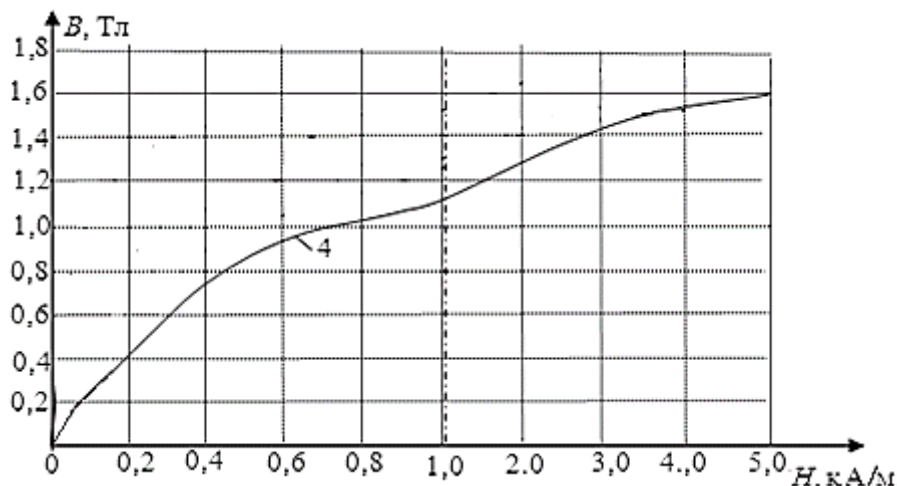
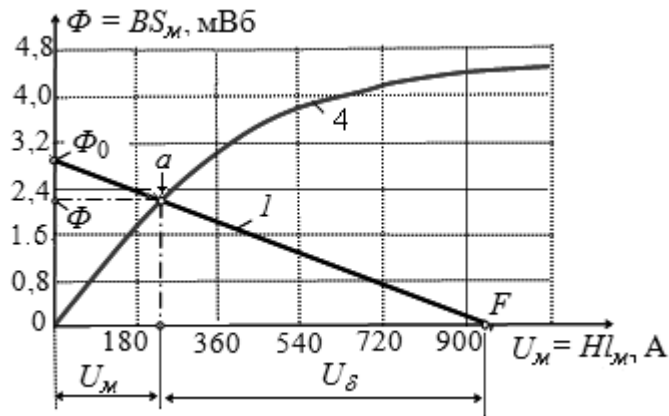

Рис. 6.6. Кривая намагничивания литой стали 108952
Рис. 6.7. Графический расчет магнитной цепи
Материал сердечника для студентов с номерами 16-20 в списке группы- литая сталь 108952, представленная кривой намагничивания рис.6.6.
- кривая намагничивания рис. 6.6.
Используя кривую намагничивания рис. 6.6, построим на рис.6.7 вебер-амперную характеристику $\Phi(U_m)$ ферромагнитного сердечника (кривую 2), заменив магнитные величины B и H на осях кривой $B(H)$ соответственно величинами Φ и U_m . Для этого следует умножить значения магнитной индукции B на площадь S_m поперечного сечения сердечника, а значения напряжённости магнитного поля H умножить на длину l_m средней м. с. л. в сердечнике.
Проверка 1: На начальном участке вебера-амперная характеристика ферромагнитного сердечника примерно линейная, рис. 6.7. Поэтому его можно заменить линейным сопротивлением, равным отношению U_m к Φ . Получим $R_m = 1 \times 10^5$ 1/Гн. В получившейся линейной магнитной цепи магнитный поток можно найти по закону Ома: